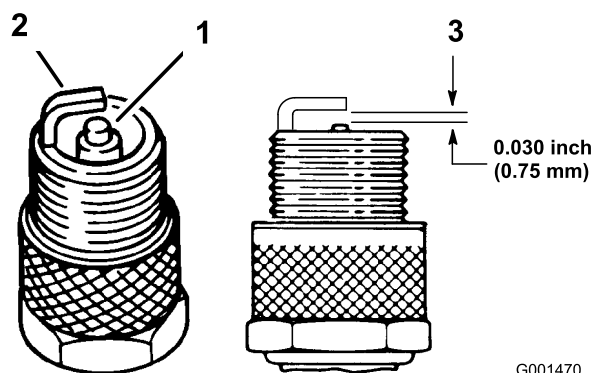

図 43
4. 電極 (側面と中央) と碍子の状態を点検する (図 43)。
5. 電極間のエアギャップを 0.76mm に調整する (図 43)。